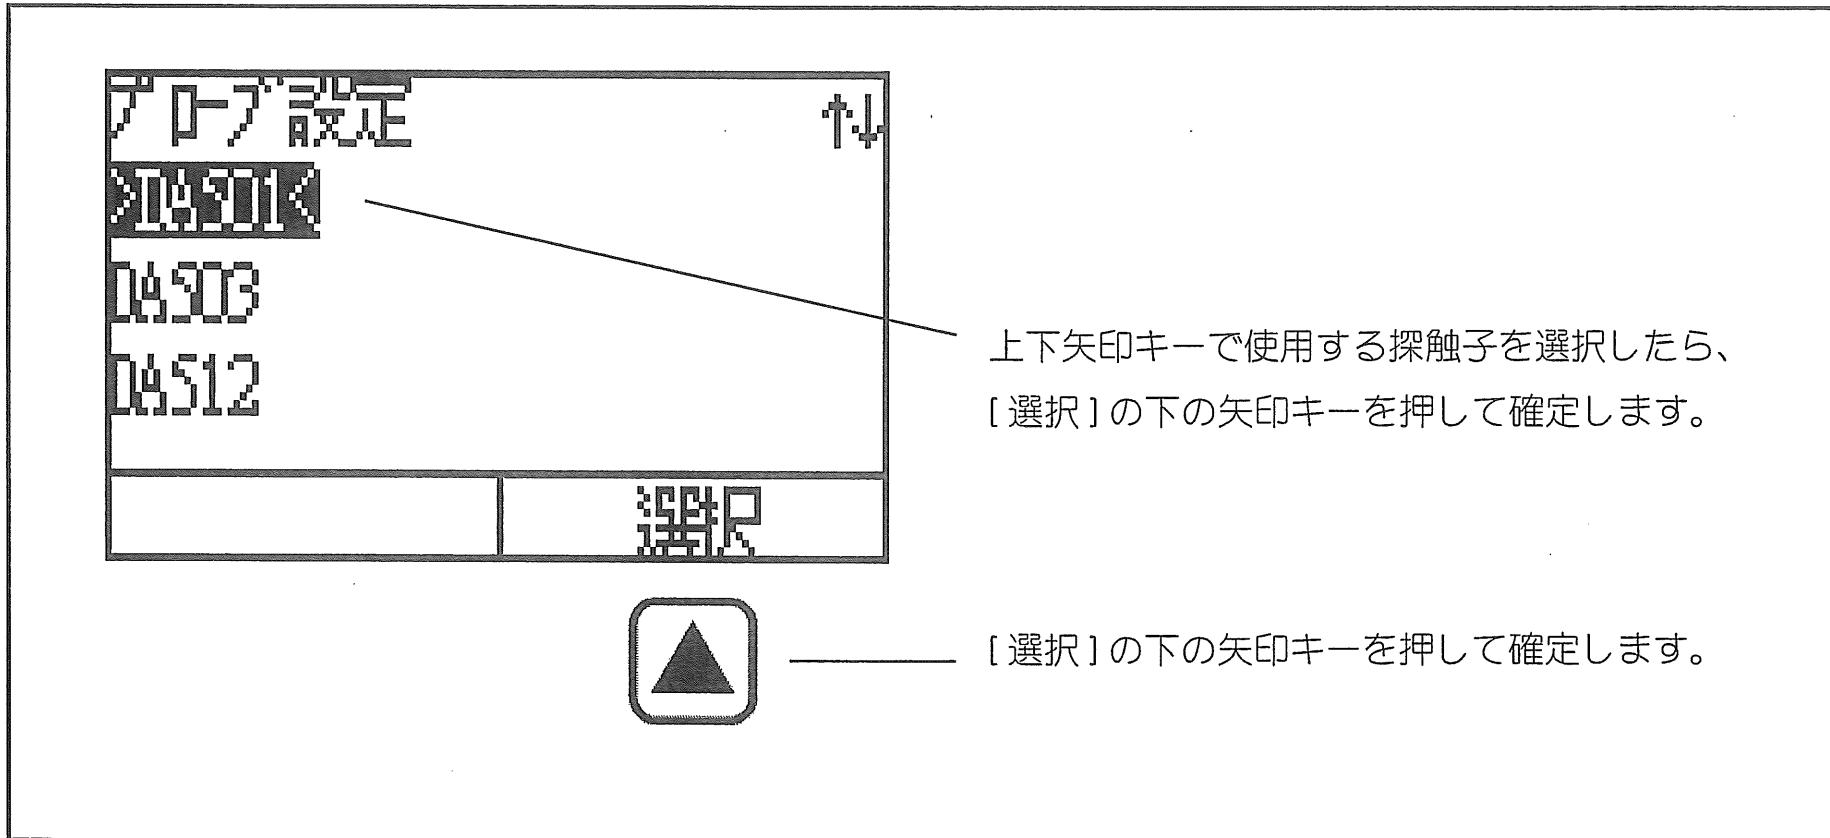

図 3: プローブ設定モード
- ・ **プローブ設定モード**：使用するプローブの種類を選択します。選択したプローブの種類により基本的な設定条件が決まります（図 3）